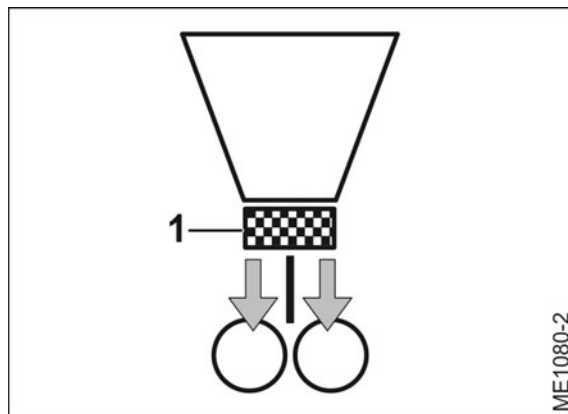

Fig. 98
- un dozator (Fig. 98/1) alimentează ambele capete de distribuție uniform cu semințe sau îngrășământ.